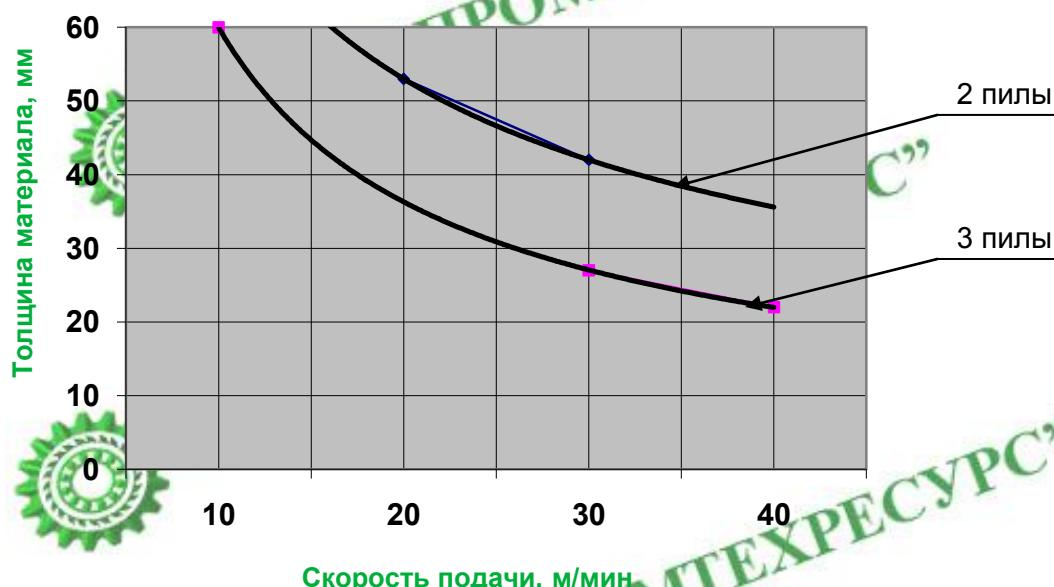

Рис. 35. График зависимости подачи при распиловке от толщины материала
График зависимости скорости подачи(V) от толщины заготовок(H) и количества пил приведен на рис. 35.